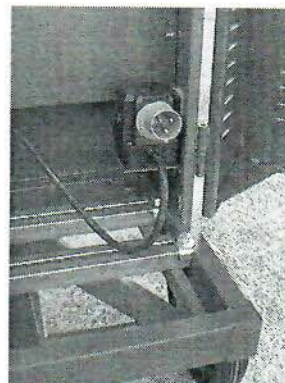

Fig. 4.2. Tomacorrientes
- Desconectar la clavija del tomacorrientes de la máquina (ver fig. 4.2.).